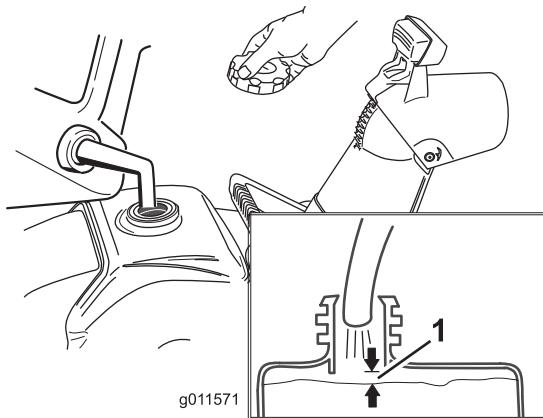

Bild 13
1. Stellen Sie sicher, dass der Kraftstofftank nicht zu sehr gefüllt ist (siehe Bild 13), und dass der Tankdeckel fest aufgeschrabt ist.